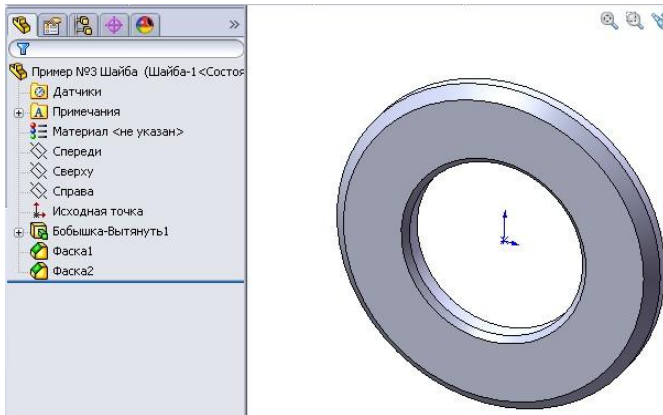

Рисунок 8.41 - Зображення створеної конфігурації
4. Натиснемо кнопку для того, щоб закінчити створення нової конфігурації. У результаті на екрані з'явиться зображення створеної конфігурації (рис. 8.41).